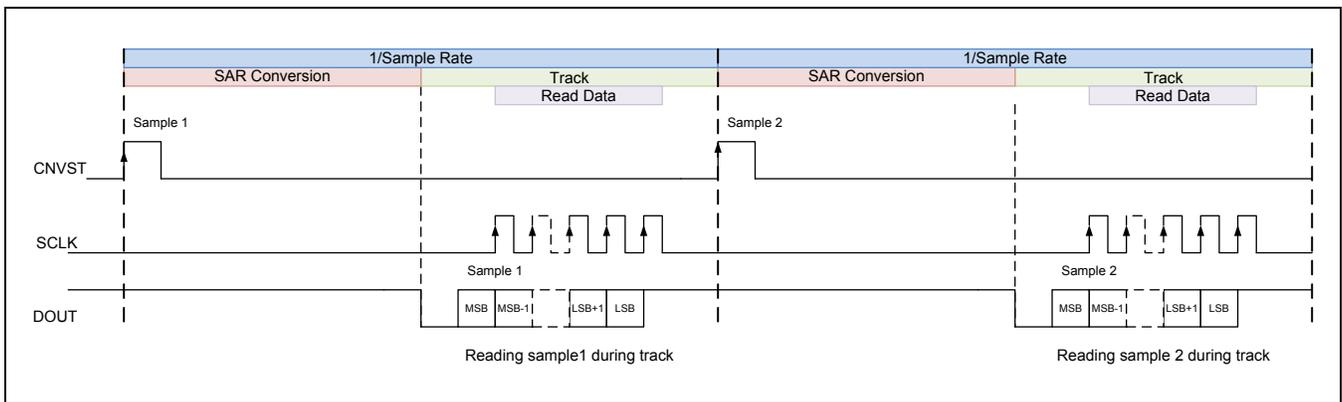
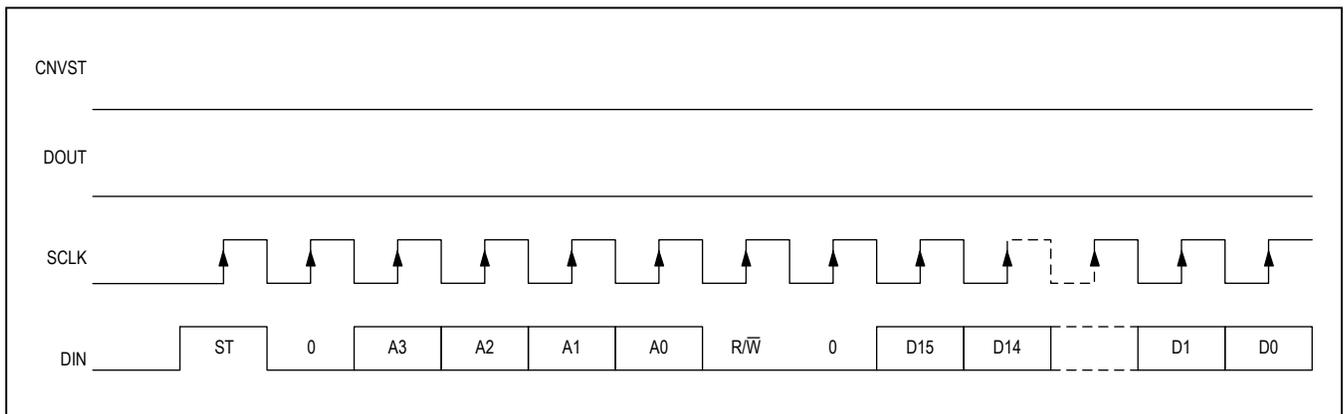

图5.跟踪阶段读取
图11. 模式寄存器写操作
- 跟踪阶段读取(图5)
在跟踪阶段读取模式下，仅在ADC处于跟踪模式时读取数据。图5所示为该读取模式下的SPI控制信号。
所有SPI操作均以命令字开始，命令字结构如下所示。如果无起始位，即DIN为低电平，器件将输出转换结果，然后变为空闲状态(见F = 图5、6和7)。16位模式寄存器是唯一可写的寄存器。图11所示为工作模式寄存器的写操作波形。
*转换结果也可按图5、6和7所示读取。